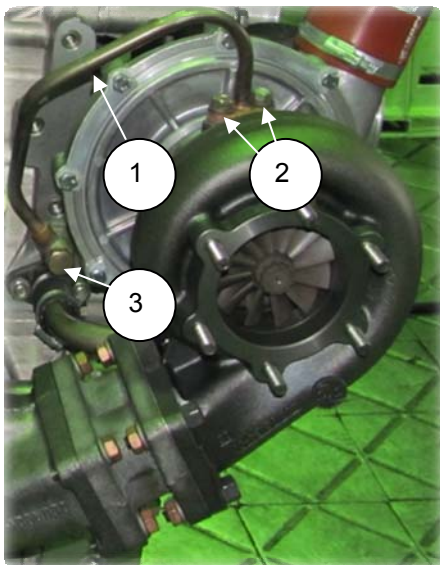

Рис. 2.21
2. Снять трубку подвода масла (1), отвернув два болта М10 (2) (S=14) и один болт М16 (3) (S=22) (рис. 2.21);
4. Снять турбокомпрессор левый (ТКР-100-04), проделав аналогичные операции 1, 2, 3 (п. 2.2.12) (рис. 2.21).